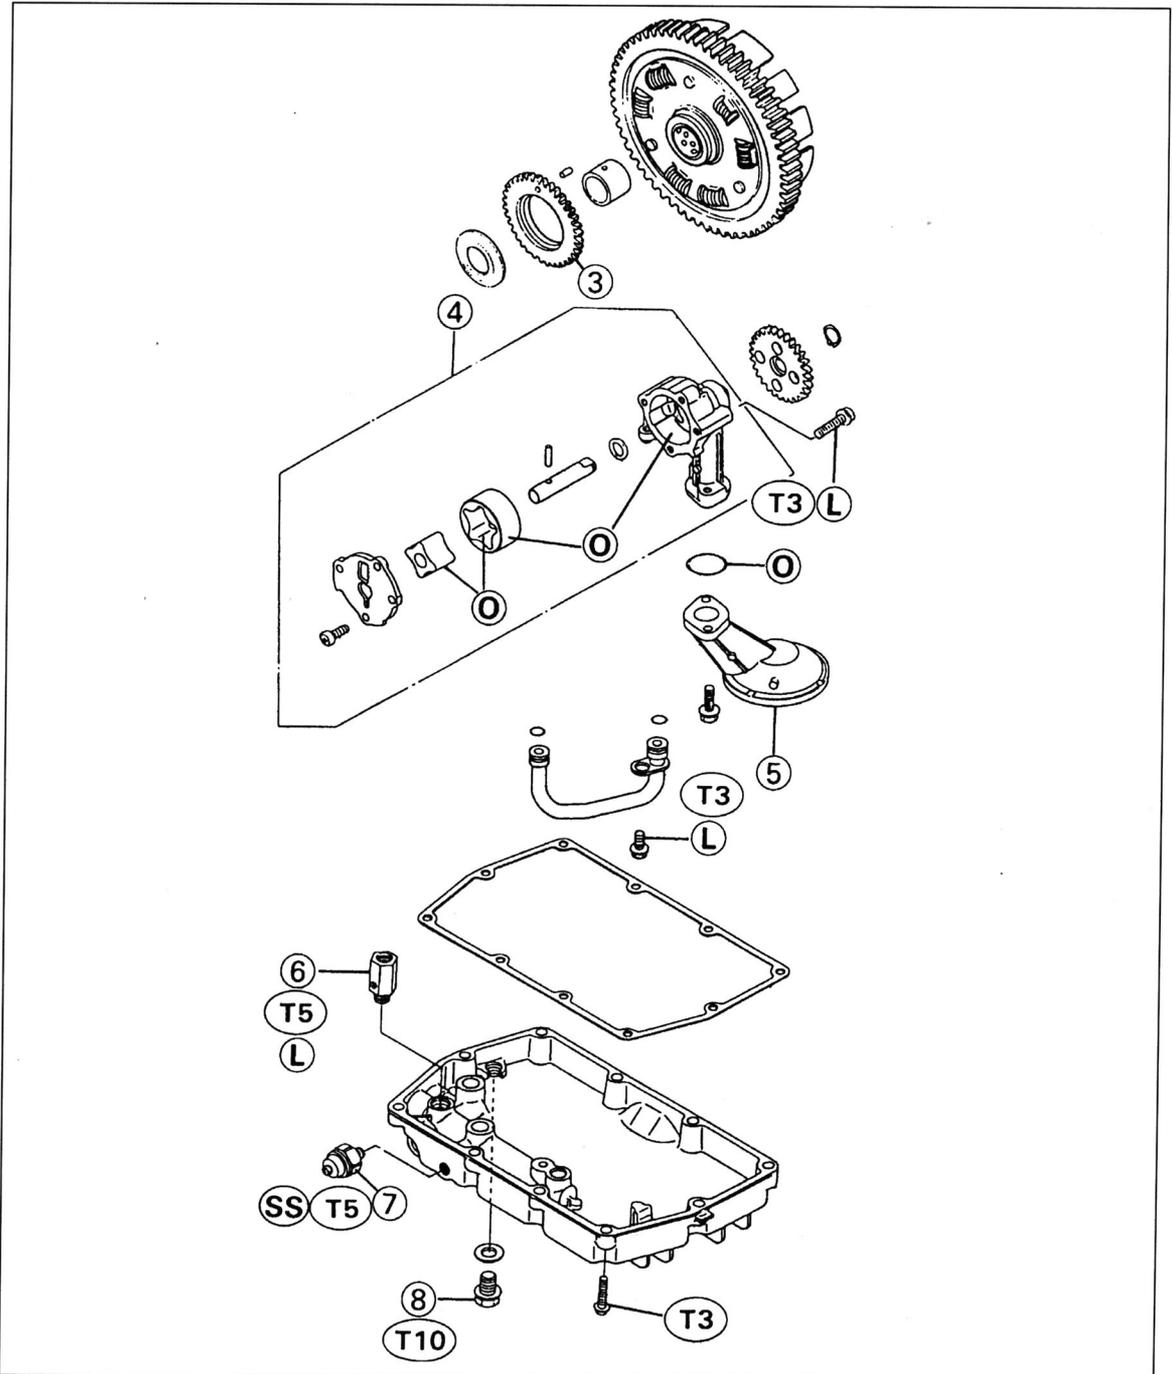

Bild 267
- Pumpengehäuse vormontieren (Bild 267).